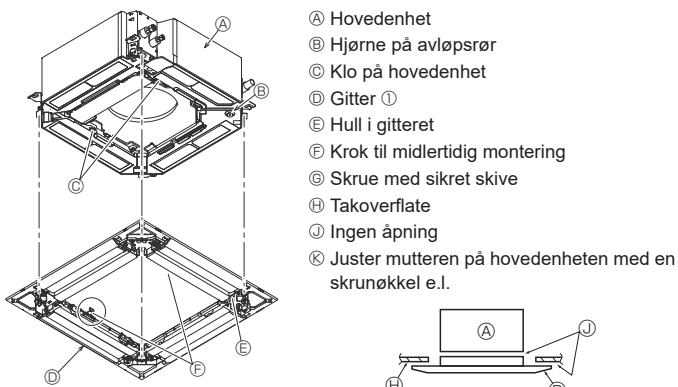

Fig. 9-6
9.4.2. Midlertidig montering av gitteret (Fig. 9-6)
- Fest gitteret på hovedenheten ved å stramme de forhåndsmonterte skruene. (Fig. 9-6)
- Merk: Sørg for at det ikke er noen åpninger mellom hovedenheten og gitteret eller mellom gitteret og takoverflaten. (Fig. 9-6)